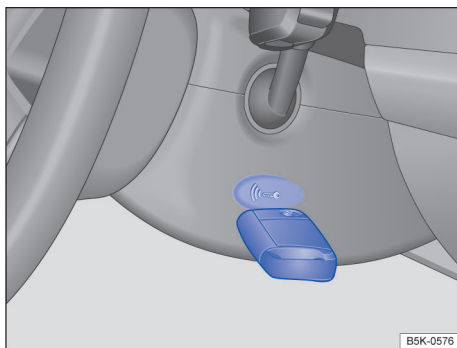

Fig. 93 À direita na coluna de direção: função de partida de emergência em veículos com sistema de travamento e de partida Keyless Access sem chave. ►
- Manter a chave do veículo diretamente após pressionar o botão de partida à direita da coluna de direção → Fig. 93.